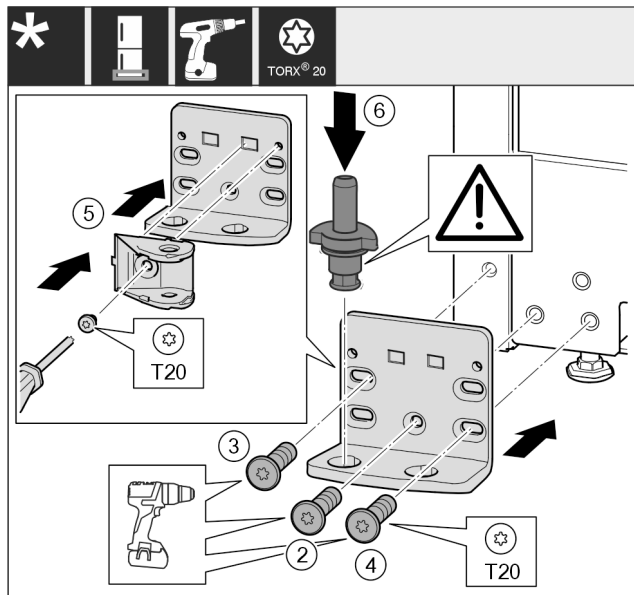

Fig. 49 *
- ▶ Lagerbock auf der anderen Seite ansetzen und mit Hilfe eines Schraubendrehers anschrauben. Mit der Schraube Fig. 49 (2) unten in der Mitte beginnen.*
- ▶ Schraube Fig. 49 (3) und Schraube Fig. 49 (4) festschrauben.*
- ▶ Schließdämpferverbindung Fig. 49 (5) um 180° drehen. Auf der anderen Seite des Lagerbocks mit Schraubendreher anschrauben.*
- ▶ Lagerbolzen Fig. 49 (6) komplett einsetzen. Dabei darauf achten, dass der Rastnocken nach hinten zeigt.*